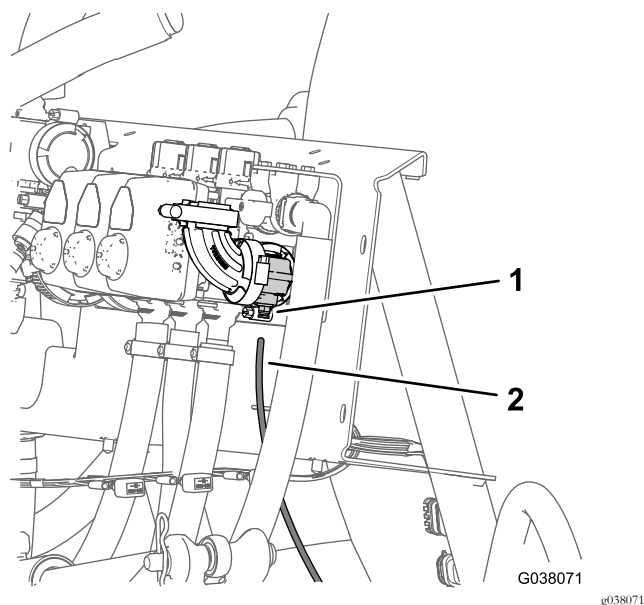

Figura 124
1. Alinhe a extremidade do tubo sensor de pressão (plástico) para o indicador de pressão no painel com o anel de tensão do acoplador do tubo (Figura 124).